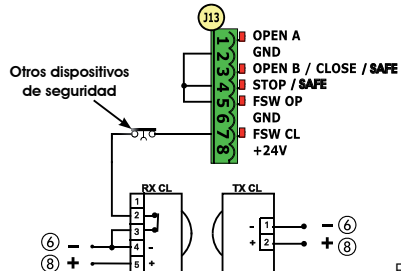

Fig. 5
El equipo electrónico dispone de un sistema de decodificación (DS, SLH, LC/RC) de dos canales integrado llamado OMNIDEC. Este sistema permite memorizar a través de un módulo receptor adicional (Fig. 5 ref. ①) y telemandos con la misma frecuencia, tanto en caso de apertura total (OPEN A) como de apertura parcial (OPEN B) del automatismo.